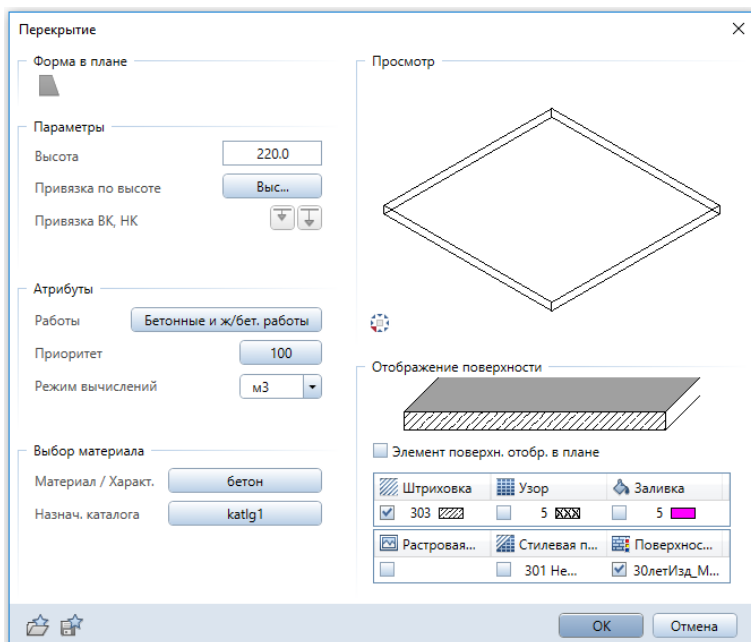

Рис. 18. Диалоговое окно **Перекрытие**
другое вспомогательное окно *Высота лестницы* (рис. 13), в котором указываем отметку *Высота сверху* – 2920, *отметку низа* – 0.000, число подступенков или поставить галочку в строке *Оптимизация (по правилу размера шага)* и нажать *ОК* в этих двух вспомогательных окнах. После чего появится диалоговое окно *Геометрия лестницы* (рис. 18) с автоматически рассчитанными параметрами, которые менять не рекомендуется. Более подробные параметры стены можно задать, если нажать на кнопку *Па-*
**!!! Лестница не привязывается к стандартным плоскостям слоя, для нее задаются абсолютные высотные отметки, поэтому при копировании лестницы с этажа на этаж (из слоя в слой) меняйте абсолютные высотные отметки верха и низа лестницы -  $V_v$  и  $V_n$  (рис. 18).**
**Перекрытие**. В появившемся диалоговом окне заходим в свойства перекрытия (рис.18). В нем опишем только привязку по высоте: необходимо чтобы верх перекрытия совпадал с верхом стен этажа, перекрытие имело толщину 220 мм и опиралось на несущие стены на 120 мм (глубина заделки).